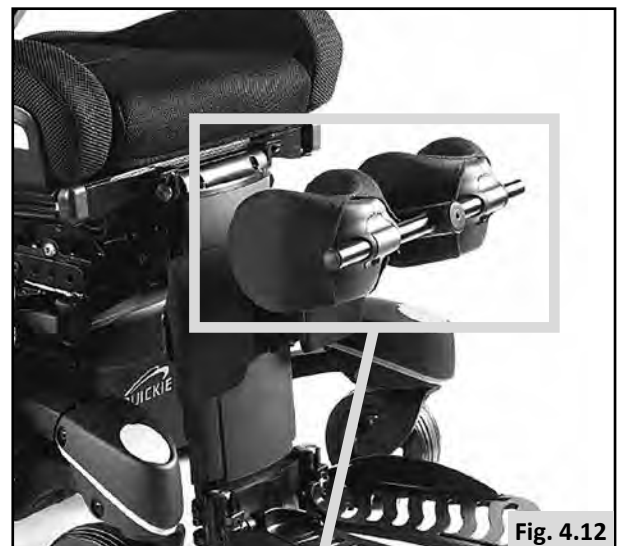

Fig. 4.12
4.4.2 Aanpassing van de diepte van de kniefixatie (Fig. 4.12 - 4.13):
4.4.3 Aanpassing van de breedte van de kniefixatie (Fig. 4.12 - 4.13):
- Maak de bouten los (E).
- Draai de bouten vast (E).
4.4.4 Aanpassing hoogte van de kniefixatie (Fig. 4.12 - 4.13):